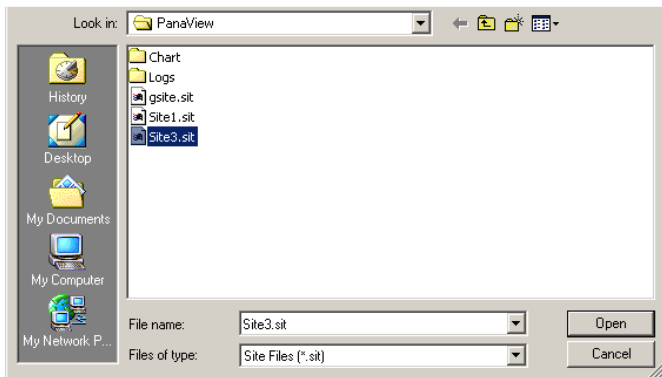

Figura 32: Seleção do ficheiro do sítio
2. Em seguida, clique no botão "Guardar sítio no contador". Abre-se um ecrã semelhante ao da figura 32.
3. Abre-se a janela de seleção do ficheiro do local (figura 32). Selecciona um local com as definições pretendidas e clique em [abrir]. O PanaView guarda o local no contador com o novo nome e as configurações desejadas.
3. Abre-se a janela de seleção do ficheiro do local (ver figura 32). Introduza o nome do sítio pretendido (agora com um sufixo .prt) e clique em [guardar].